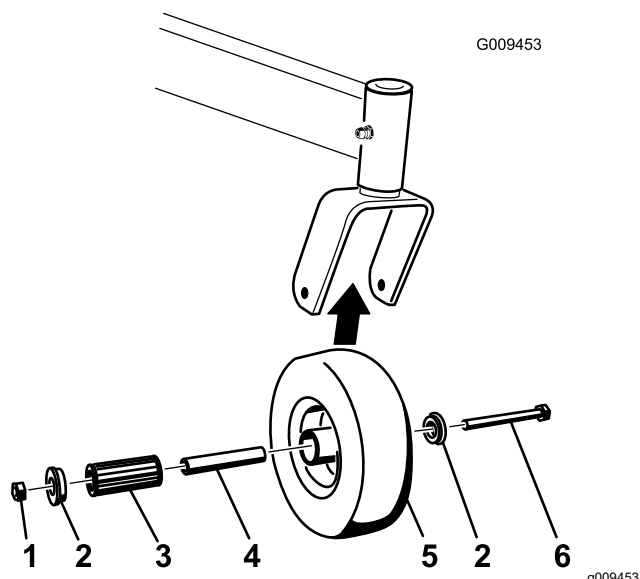

Figure 60
1. Enlevez le contre-écrou et le boulon qui fixent la roue pivotante à la fourche (Figure 60).
2. Enlevez une bague, puis sortez la douille pour clé et le roulement à rouleaux du moyeu de roue (Figure 60).
3. Enlevez l'autre bague du moyeu, puis nettoyez la graisse et les saletés éventuellement présentes dans le moyeu (Figure 60).
**Remarque:** Remplacez les pièces endommagées ou usées (Figure 60).
5. Placez une bague dans le moyeu (Figure 60).
6. Lubrifiez le roulement à rouleaux et la douille pour clé, et insérez-les dans le moyeu (Figure 60).
7. Mettez la deuxième bague dans le moyeu (Figure 60).
8. Fixez la roue pivotante dans la fourche à l'aide du boulon et du contre-écrou (Figure 60).
9. Serrez le contre-écrou jusqu'à ce que la base de la douille pour clé soit en appui contre l'intérieur de la fourche (Figure 60).